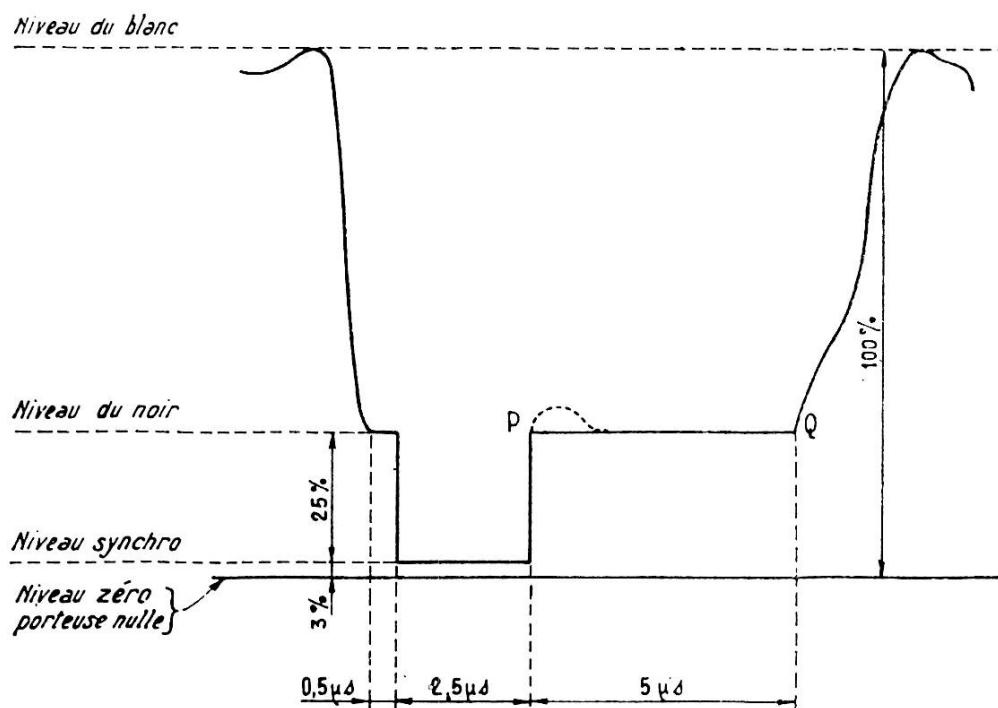

FIG. III-82-2
La figure III-82-2 nous montre le détail d'un signal de synchronisation « lignes », disons idéal. Pour satisfaire aux remarques précédemment exposées, le phénomène se manifeste au point P. Et en ce point, la courbe prend la forme que nous avons indiquée en pointillés.
d) Réponse exagérée des circuits vidéo-fréquence aux fréquences élevées (7 à 10 MHz). L'amélioration de la transmission des étages vidéo pour l'obtention d'une réponse *correcte* exige l'emploi de bobines de correction dans le circuit anodique et de dispositifs correcteurs dans le circuit de cathode (faible condensateur de fuite de cathode favorisant la transmission des fréquences élevées au détriment des fréquences basses). Mais ces corrections doivent avoir juste le taux nécessaire, et ne pas être excessives ; en cas d'exagération, il peut y avoir suroscillation et over-shot (dépassement) lors des fronts raides, notamment, et cela aussi bien pour les signaux d'image que pour les signaux de synchronisation. Ces dépassements sont visibles *sur l'image* où l'on constate un bordé sur les contours de droite. Quant au dépassement lors du retour de ligne, il s'en produit notamment un au point P (fig. III-82-2) ; d'où la barre verticale blanchâtre.
Reportons-nous un instant à la figure III-82-2. Il arrive fréquemment que les émetteurs, caméras, magnétoscopes, etc... ne respectent pas toujours le temps de retour.